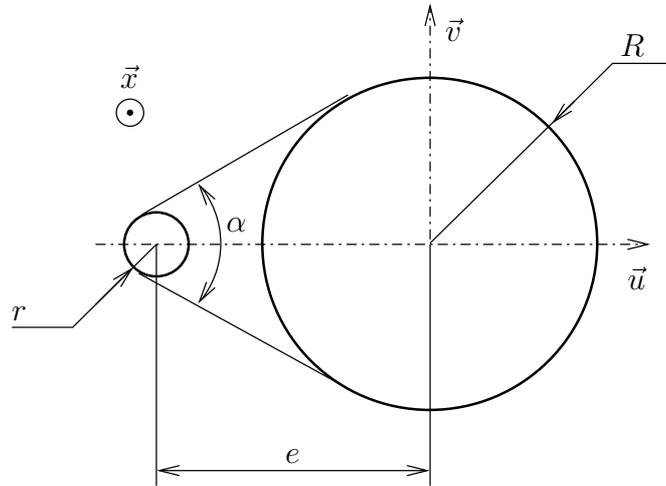

FIG. 3 – Transmission par poulies et courroie.
La FIG. 3 représente un schéma d'une transmission par poulies et courroie. La poulie motrice de rayon $r = 8$ mm est fixée à un moteur d'une puissance de 1500 W qui tourne à $\Omega_1 = 1000$ tr/mn ($\vec{\Omega}_1 = +\Omega_1 \vec{x}$). La poulie réceptrice de rayon $R = 44$ mm est fixée à un arbre qui entraîne un récepteur. L'angle d'enroulement sur la poulie motrice est $\alpha = 60^\circ$.
Le vecteur unitaire \vec{x} est perpendiculaire au plan de la FIG. 3 et sort de la feuille.
7) Calculez la vitesse de rotation de l'arbre récepteur. Précisez le sens de cette vitesse (sur la FIG. 3 par ex.).
Précisez (sur la FIG. 3 par ex.) le brin tendu où la tension sera noté T et le brin mou où la tension sera noté t .
Calculez les couples moteur (exercé par le moteur sur la poulie motrice) et récepteur (exercé par le récepteur sur la poulie réceptrice). Précisez le sens de ces couples (sur la FIG. 3 par ex.).